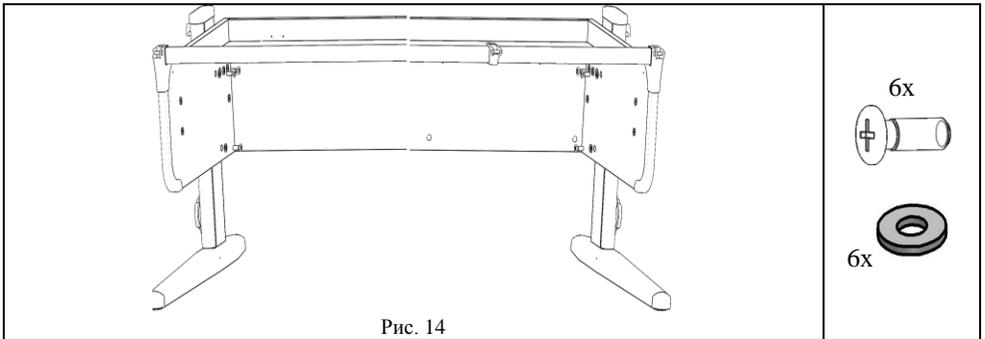

Рис. 14
5.3.3. Вернуть и затянуть винт М8х20 (поз. 5, пакет № 162) через шайбу (поз.6, пакет № 162) в стойки левую и правую согласно рис. 14.